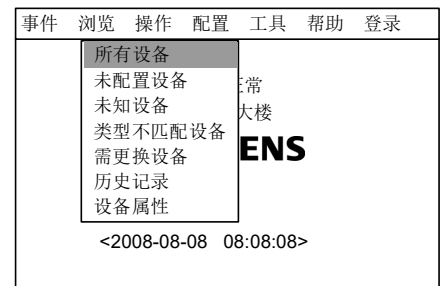
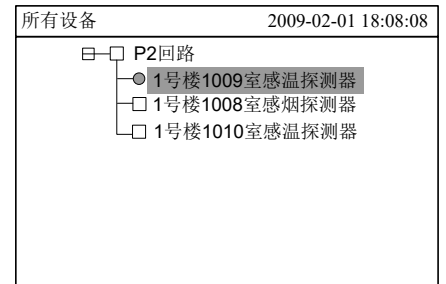

图 15-2
图 15-3
- 按“→”键选择“浏览”子菜单（图 15-2），然后按“↓”键选择“所有设备”，然后按“OK”键，树状图显示出来（图 15-3）。在树状图中通过站、回路、点一层一层向下查找，直到找到需要定位测试的设备。